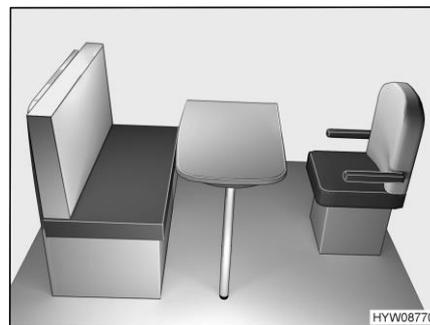

Fig. 78 Antes de la transformación
- Girar el asiento del conductor hacia la mesa (Fig. 78).